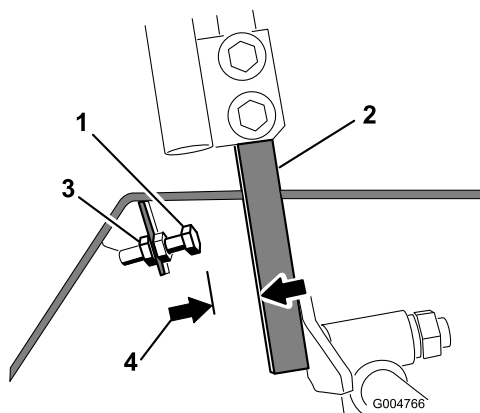

図 65
- 左右どちらかのコントロール・レバーで、ストップ・ボルトについているジャム・ナットをゆるめる(図 65)。